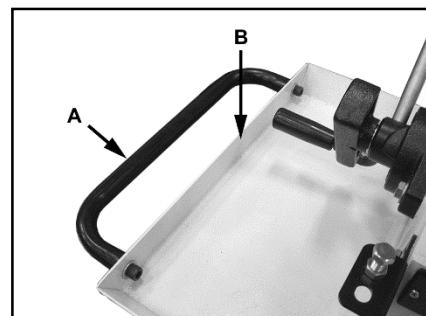

Рис.5
Распакуйте ручку (A, Рис. 5) и зафиксируйте ее на поддоне для СОЖ (B), используя 2 винта с внутренним шестиугольником и шайбы.